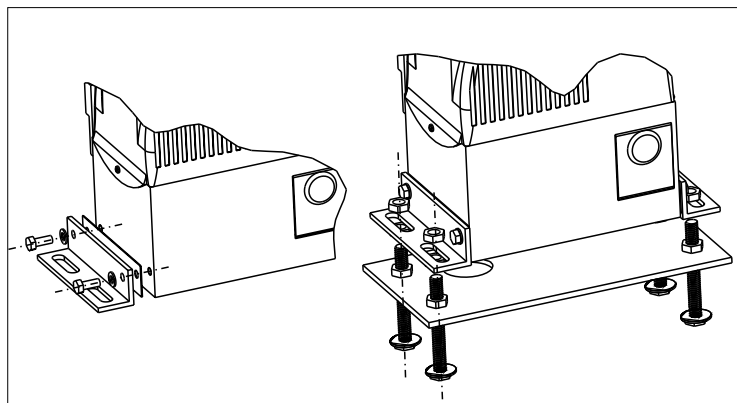
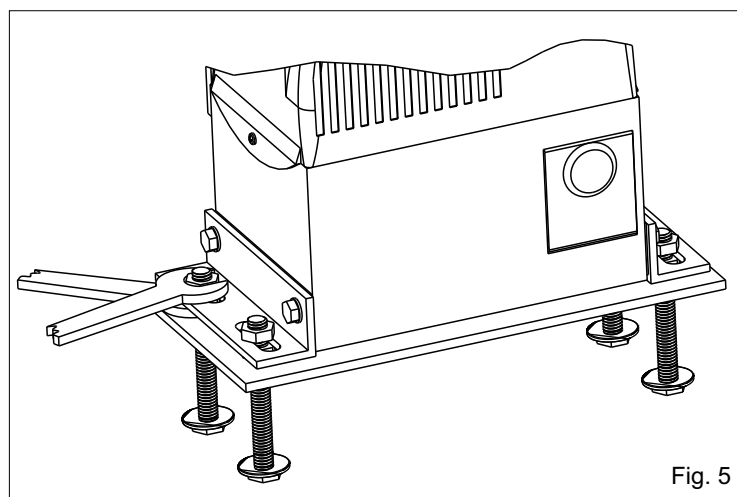

Fig. 4
Fig. 5
4.1. Fixer au motoréducteur les cornières de fixage latérales avec les vis fournis (Fig. 4).
4.2. Fixer le motoréducteur à la plaque de fondation en réglant la position latérale et son hauteur (Fig. 4 - Fig. 5) en respectant les cotes cités dans Fig. 2.